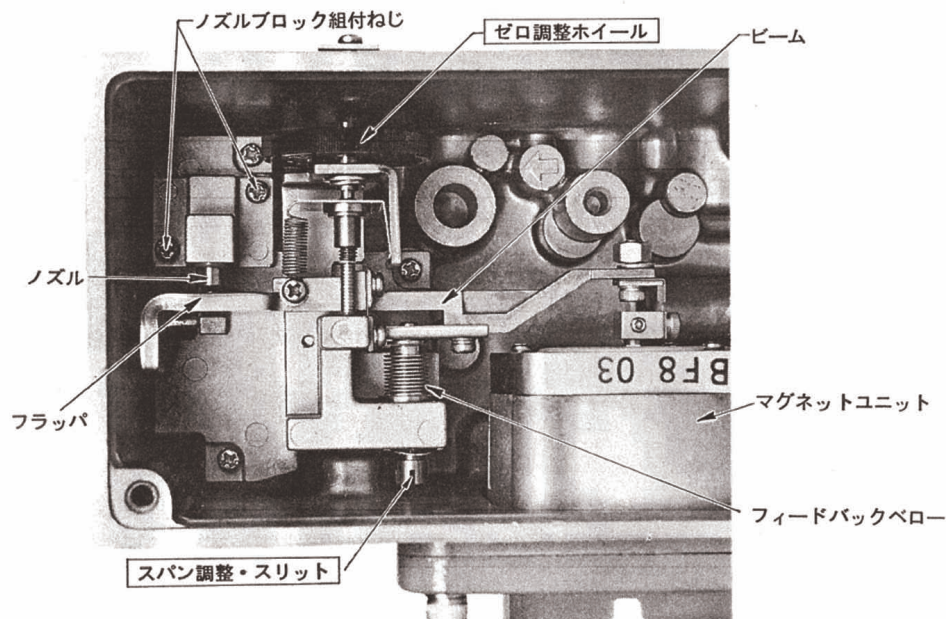

図6-1 各部
(図6-1の姿勢で上から見て反時計方向で出力上昇)
- 【6】 出力が100 kPa $\pm$ 0.25%の範囲になるように、スパン調整スリットにマイナスイボをさし、回転させて調整します。(図6-1の姿勢でドライバを右に押すと出力スパン拡大)
また、万一、出力空気圧が異常に上昇し、下がらない時はノズルを針金（0.6 mm ϕ ）で掃除してください。（図6-1を参照し、ノズルブロックを外して行います）
ノズルブロック組付けねじ（図6-1参照）2本を緩めてブロックを外し、ノズルを掃除します。